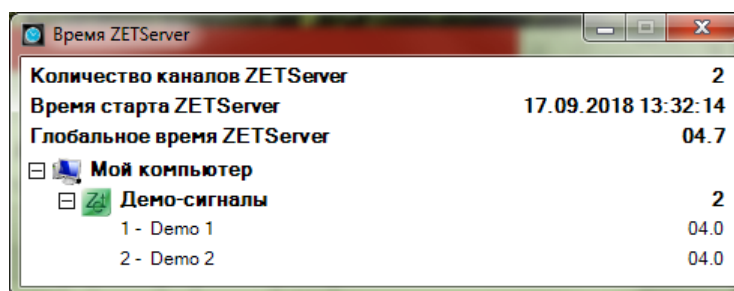

Рис. 2.1 Программа «Время ZETServer»
4. Включить компьютер и дождавшись завершения загрузки операционной системы компьютера, запустить программное обеспечение ZETLAB, активировав соответствующий ярлык программы (расположенный на рабочем столе монитора). После чего на панели ZETLAB в меню «СЕРВИСНЫЕ» выбрать программу «Время ZETServer» (Рис. 2.1).